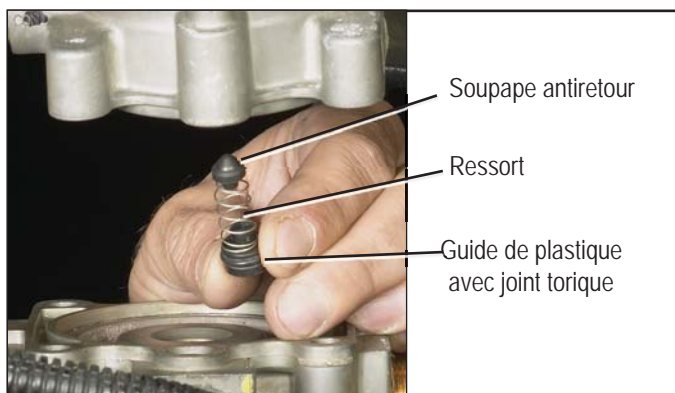

Figure 6 - SOUPEPE ANTIRETOUR INTERNE
6. Enlevez le guide de plastique, le ressort et la soupape antiretour de l'alésage de la soupape et jetez-les. Remarque : La soupape antiretour pourrait coller à son assise dans le corps supérieur. Assurez-vous que tous les composants sont retirés avant de procéder à l'étape suivante. Reportez-vous à la Figure 6.